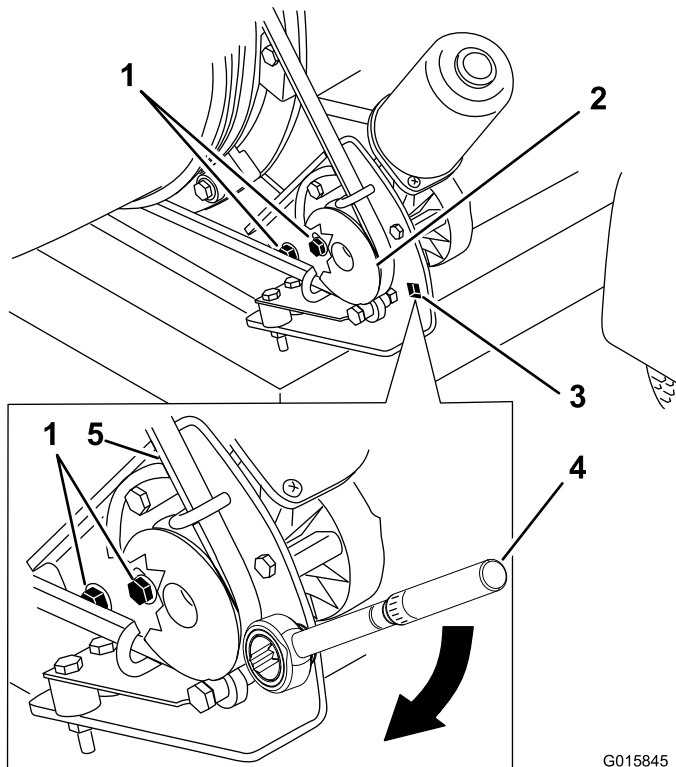

Figura 47
2. Slăbiți cele 2 uruburi cu cap și guler și cele 2 contrapiulițe cu guler care fixează consola de montare a motorului pe suportul carcasei așului mainii (Figura 47).
3. Introduceți mânerul unei chei dinamometrice în consola de montaj a fuliei, așa cum este indicat în Figura 47.
4. Pivotați consola de montare a motorului în direcție opusă duzei suflantei (Figura 47) până când